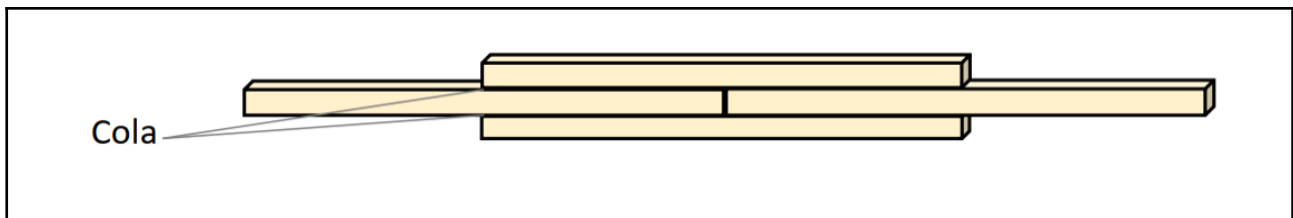

Figura 2: Esquema para união das barras.
- A junta ou união das barras, devem ser realizadas através da sobreposição de palitos, como apresentado na Figura 2.